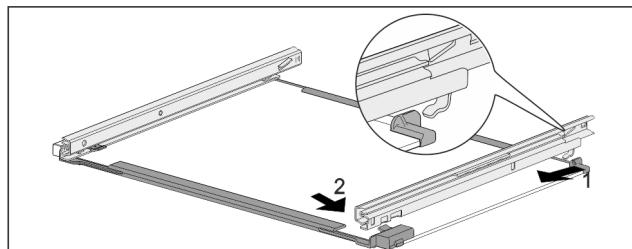

Fig. 149 Стъклена плоча с релси
- Закачете релсата отзад Fig. 149 (1)
- Фиксирайте релсата отпред Fig. 149 (2)